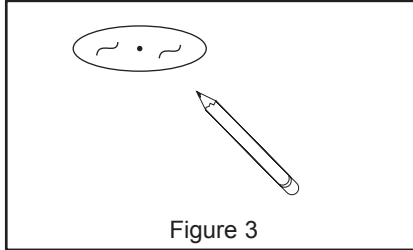

Figure 3
Step 1. Locate center of proposed opening on ceiling and use template to mark and accurately cut a 4-3/8" (for 4" housings), 5-1/2" (for 5" housings) or a 6-5/8" (for 6" housings) opening. For sloped ceiling housings, an oval hole template is provided. (Fig. 3).
Paso 1. Ubique el centro de la abertura propuesta en el cielo raso y use la plantilla para marcar y hacer exactamente una abertura de 4-3/8" (para cajas de 4"), de 5-1/2" (para cajas de 5") o de 6-3/4" (para cajas de 6") de diámetro. Para cajas que se van a instalar en cielo raso inclinado se proporciona una plantilla con un orificio ovalado y las instrucciones correspondientes (fig. 3).